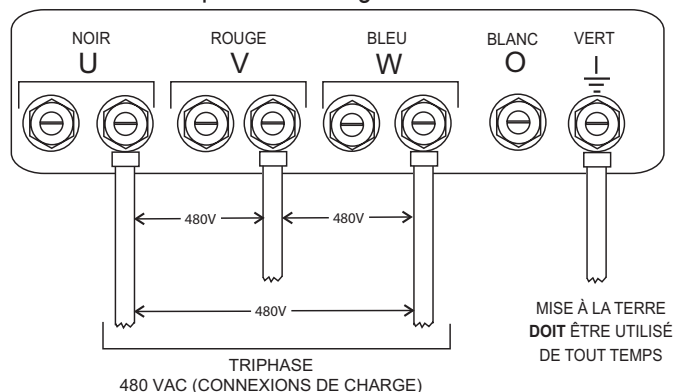

Figure 23. Bornes UVWO connexions monophasées 480 volts
2. Connectez les fils de charge aux bornes UVWO comme indiqué dans la Figure 23.